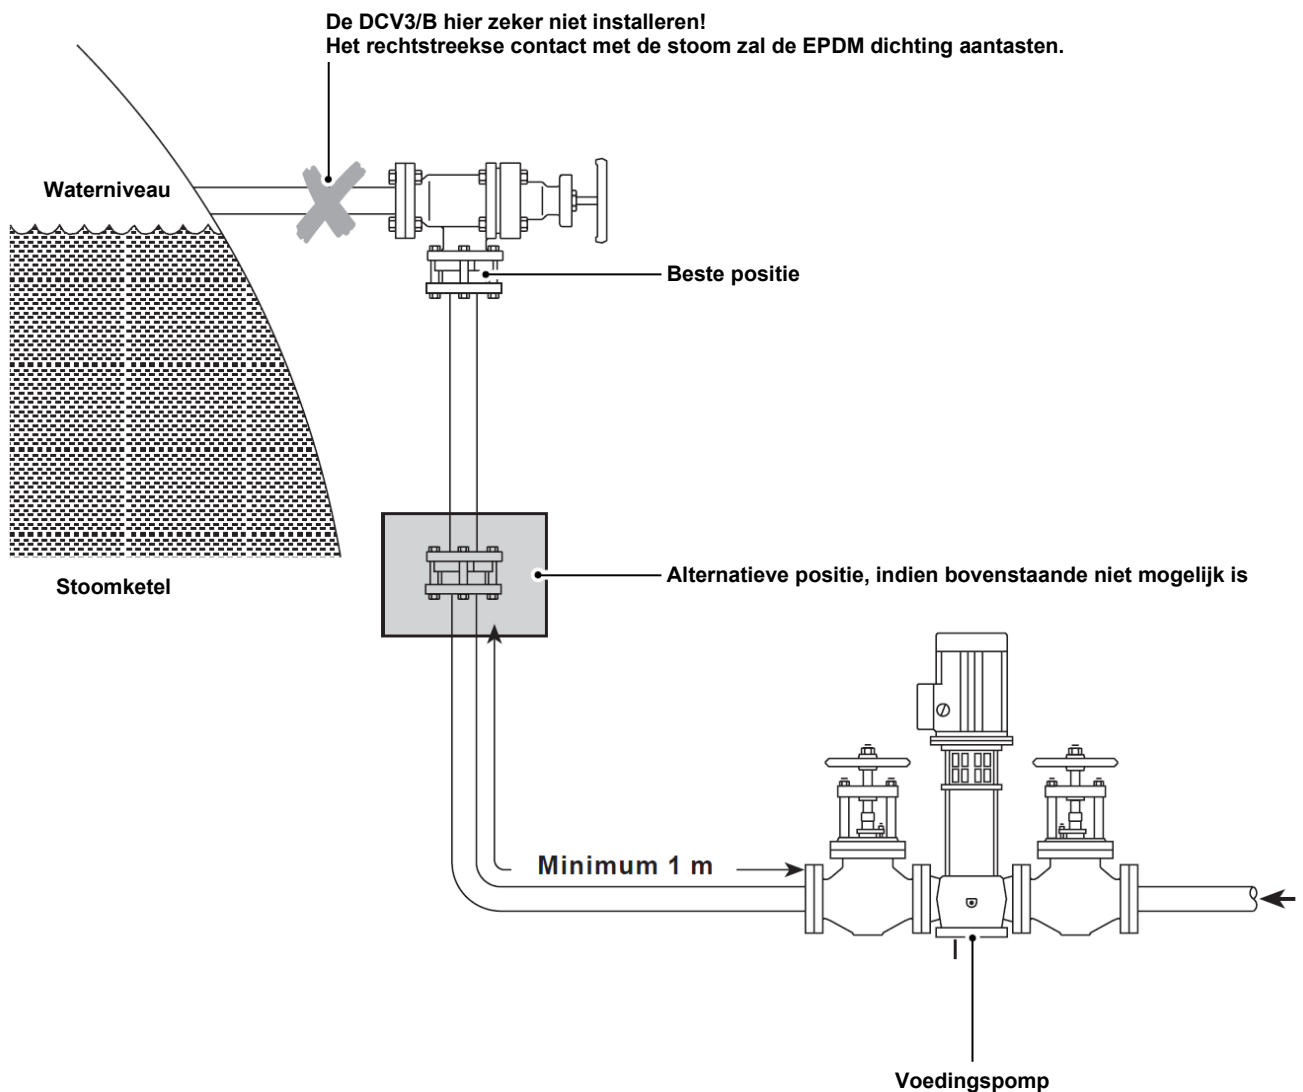

Fig. 2 - Installatievoorbeeld
- Installeer de DCV3/B in de stoomketel voedingswaterleiding, tussen de voedingspomp en de stoomketel maar minimum 1m verwijderd van de voedingspomp van de stoomketel zodat de hoge turbulentie geen bijkomende drukval veroorzaakt (fig.2).